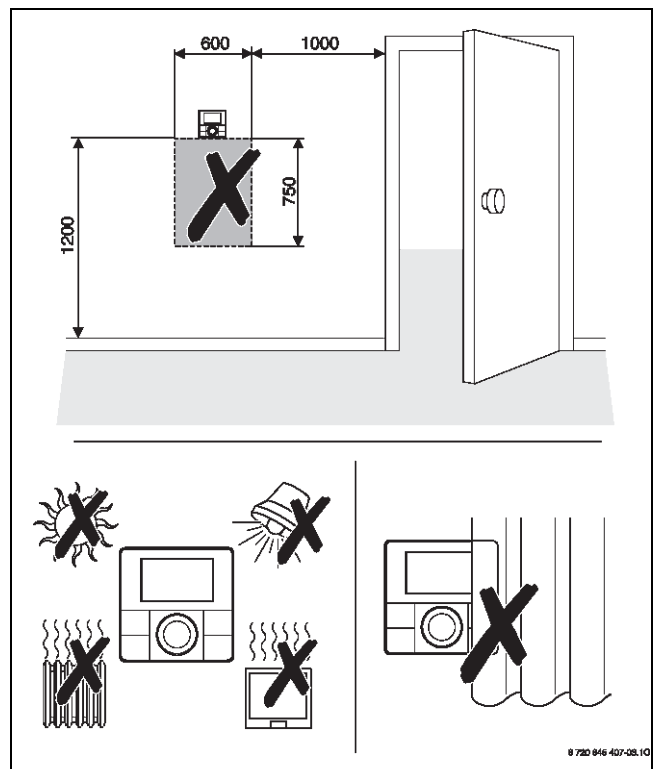

Bild 143 Position der Fernbedienung CR 10/CR 10 H im Referenzraum (Maße in mm)
- Fernbedienung deshalb für die raumtemperaturgeführte Regelung im Referenzraum installieren (→ Bild 143).